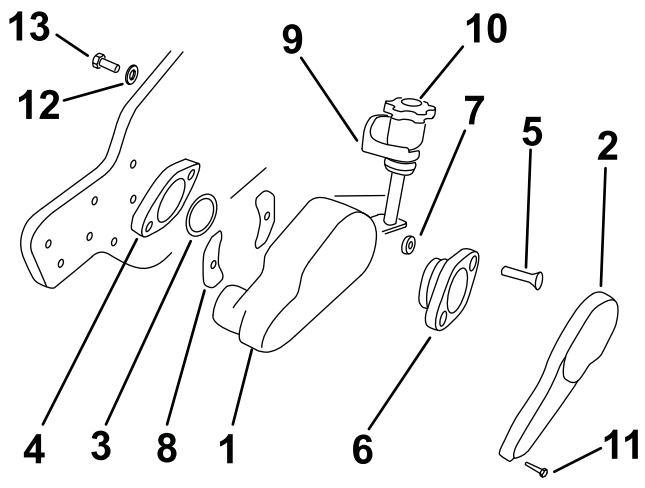
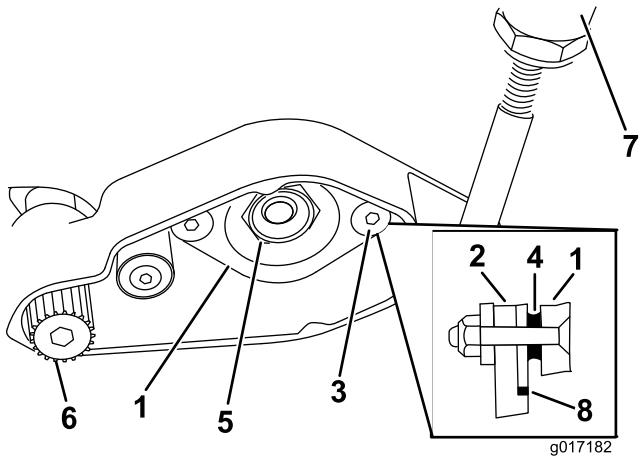

図 4
図 5
- A. グルーマハウジング・アセンブリにカバーを固定しているソケットヘッドキャップスクリュ (3本) とロックワッシャを外す (図 4)。
- B. 各取り付けブロックから、ベレビールワッシャ (皿ばね) と 3/8 x 5/8 インチキャップスクリュを取り外す (図 4)。
- C. リールベアリングハウジングにアダプタリングを入れる (図 4 と 図 5)。
- D. ベアリングアダプタに $3/8 \times 2$ インチの平頭ねじを差し込み、ねじの端部にスペーサをセットする（図 4 と 図 5）。
- E. ベアリングアダプタ、スペーサ、ねじを、グルーマハウジングの青銅製のベアリングとスロットに合わせる。ベアリングアダプタを、スロットから青銅製のベアリングとねじに通す（図 4 と 図 5）。
- F. 各ねじにスロットカバーを取り付ける；スロットカバーの曲線側をグルーマハウジングの曲線に合わせる。スロットカバーは、曲線側がグルーマハウジングから遠くなるようにセットする（図 4）。
- G. リールベアリングハウジングに平頭ねじを入れる。ねじにロックナットを取り付けてトルク締めする； $23-27 \text{ ft-lb}$ ($31-37 \text{ N-m} = 3.2-3.7 \text{ kg.m}$)（図 4 と 図 5）。
9. グルーミングシャフト・アセンブリの一端部をグルーマハウジング・アセンブリのベアリングサポートに入れる（図 5）。グルーマブレードが前向きになっていることを確認する。
を取り付けて、ブーリをトルク締めする； $29-35 \text{ ft.-lb}$ ($39-47 \text{ N-m} = 4.0-4.8 \text{ kg.m}$)（図 4 と 図 5）。
11. 左サイドプレートに、調整ノブ取り付けブロックを取り付ける；先ほど取り外した $3/8 \times 5/8$ インチのキャップスクリュ（1本）とベレヴィールワッシャを使用する（図 4）。
12. サイドプレートに、左ベッドバーAJスタフレームを取り付ける；先ほど取り外したキャップスクリュとワッシャを使用する（図 4）。
13. リールシャフトからリールベアリングロックナットを外す（図 5）。リールが回転しないように角材などで固定する。